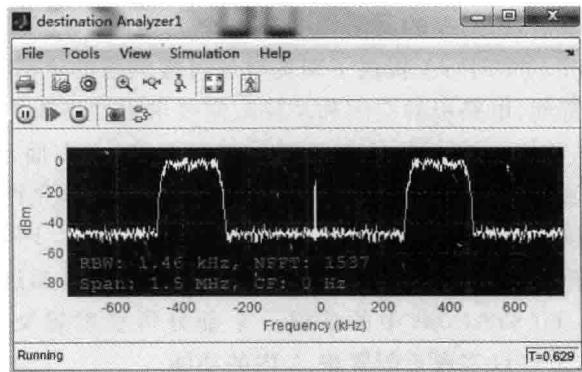

图 6.54 Random Number 信号通过修改后的滤波器的波形
- (6) 如图 6.54 所示, 给出了通过滤波器后输出信号的频谱图。验证在 FIR 滤波器通带外的信号被衰减。
- (7) 单击设计界面内的 按钮, 停止仿真过程。